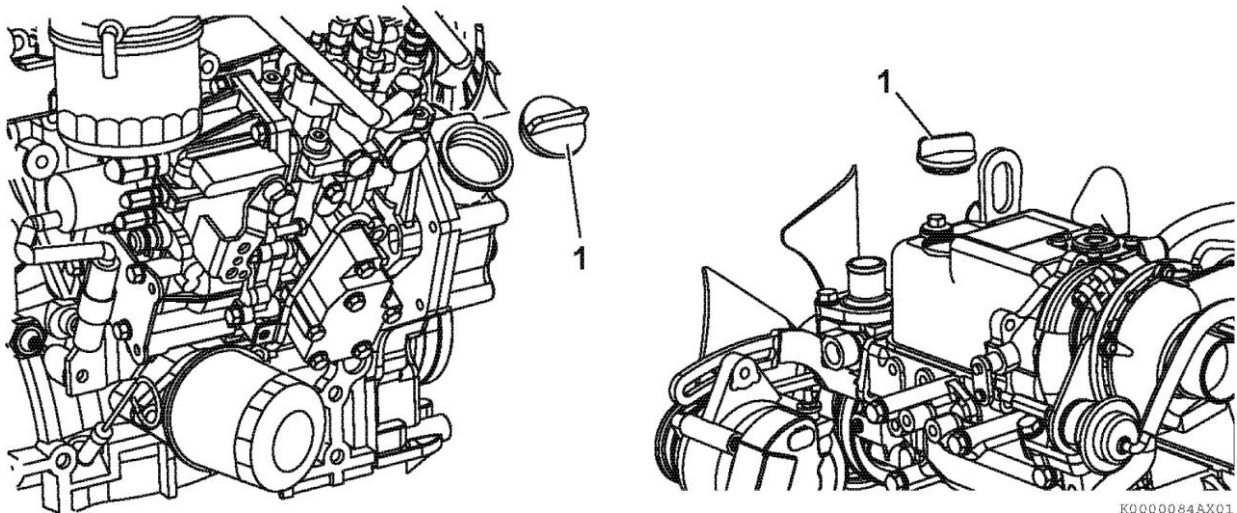

Рисунок 38
4. Снимите одну из крышек маслосливной горловины (рисунок 38, (1)), чтобы проветрить картер двигателя и обеспечить свободный слив моторного масла.